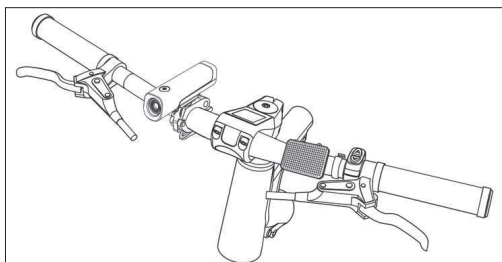

Figura 9-3
- Monta il riflettore anteriore e la campana sul manubrio, come mostrato in [Figura 9-3].